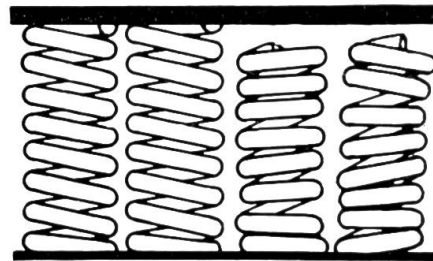

Fig. 6
e) **Ventilfedern prüfen**: Dieser Punkt wird meistens fälschlicherweise vernachlässigt. Bei den hohen Betriebstemperaturen, denen die Federn auf gewissen Motortypen ausgesetzt sind, und infolge der ununterbrochenen Beanspruchung, kann auch der beste Federstahl mit der Zeit erlahmen (Fig. 6). Die Folge ist, dass das Ventil zu langsam oder mit zu wenig Druck geschlossen wird und heisse Verbrennungsgase zwischen Sitz und Ventil vorbeistreichen, die den Sitz verbrennen.